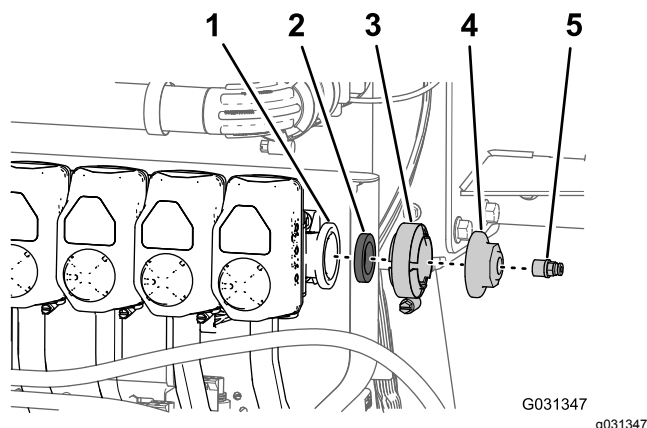

Figura 183
- Retire el acoplamiento del tubo del tapón en la brida en el extremo derecho de la válvula de la boquilla 10 (Figura 183).
- Retire la abrazadera para bridas, la junta y el tapón extremo de la válvula de la boquilla 10 (Figura 183).